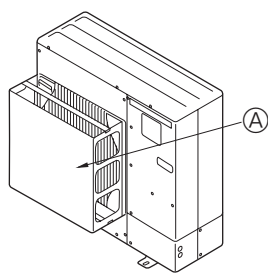

Fig. 2-3
② Installare una guida per la bocca di uscita dell'aria opzionale nel caso l'unità venga installata in un luogo dove vento forte causato da tifoni o da fenomeni simili possono penetrare direttamente nella bocca di uscita dell'aria. (Fig. 2-3)